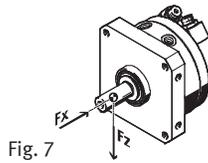

Fig. 7
6. Se till att följande värden hålls när den rörliga massan fästs (Fig. 7):